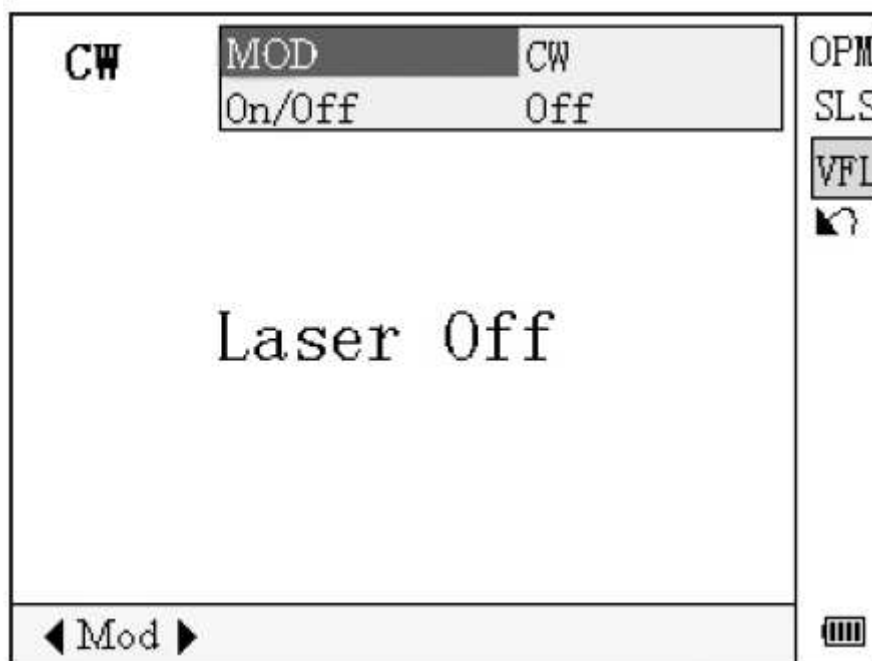

Рисунок 4-15. Настройка визуализатора повреждений
2. С помощью кнопок ◀ и ▶ переключайтесь между рабочими режимами VFL. Для перехода на интерфейс настройки VFL нажмите кнопку Enter (рисунок 4-15).